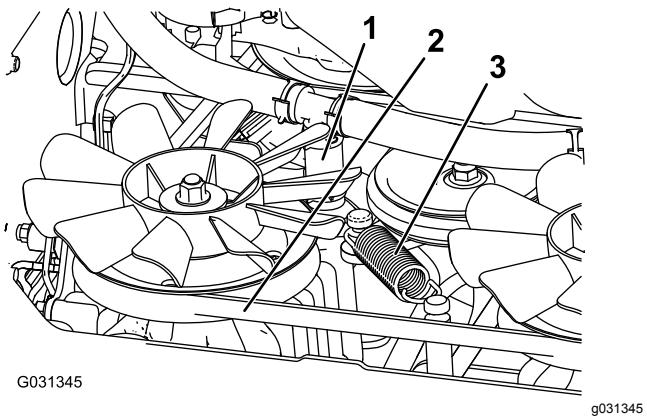

Figura 68
- Retire o tubo hidráulico inferior (Figura 68).
6. Remova o mola de tensão (Figura 68).
7. Retire a correia da plataforma da embraiagem e da paragem da embraiagem (Figura 68).